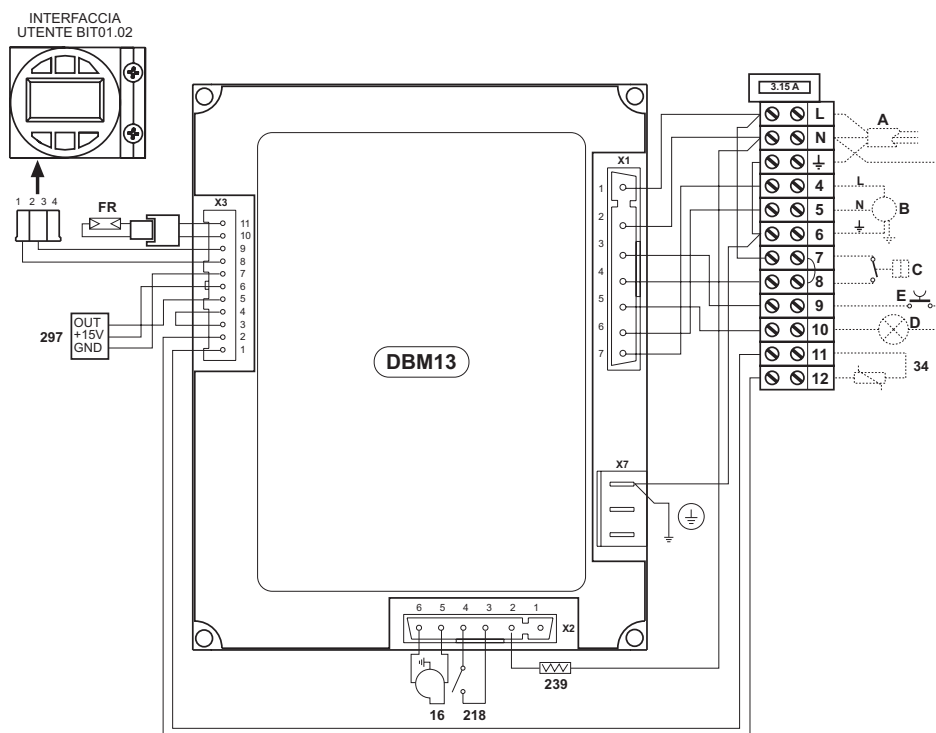
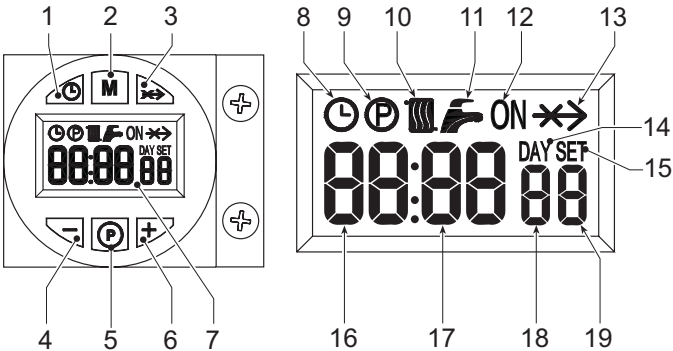

fig. 17 - Wiring diagram with 12-pole terminal block
рис. 1 - Панель управления
Запрос на розжиг (вызываемый замыканием контакта на клеммах 7-8 (см. рис. 17), в условиях стандартных настроек) сопровождается загоранием символа радиаторной батареи (поз. 10 - рис. 1).
- 1. Нажмите на кнопку установки дня/времени (поз. 1 - рис. 1).
- 2. На дисплее (поз. 7 - рис. 1) мигают символы ЧАСОВ и ДНЯ: задайте день недели с помощью кнопок + и - (поз. 4 и 6 - рис. 1), принимая во внимание, что 1=понедельник, 7=воскресенье. Подтвердите введенный день нажатием кнопки для установки дня/времени (поз. 1 - рис. 1).
- 3. На дисплее (поз. 7 - рис. 1) мигают две цифры ТЕКУЩЕГО ВРЕМЕНИ (В ЧАСАХ) и символ ЧАСОВ: задайте точное время в часах с помощью кнопок + и - (поз. 4 и 6 - рис. 1), от 00 до 23. Подтвердите введенное время нажатием кнопки для установки дня/времени (поз. 1 - рис. 1).
- 4. На дисплее (поз. 7 - рис. 1) мигают две цифры ТЕКУЩЕГО ВРЕМЕНИ (В МИНУТАХ) и символ ЧАСОВ: задайте точное время в минутах с помощью кнопок + и - (поз. 4 и 6 - рис. 1), от 00 до 59. Подтвердите введенные минуты нажатием кнопки для установки дня/времени (поз. 1 - рис. 1). Работа системы отопления в Автоматическом режиме, Ручном режиме On, Ручном режиме Off
Нажатием на кнопку выбора рабочего режима (поз. 2 - рис. 1) можно задать:
- 1. автоматический режим работы, на дисплее (поз. 7 - рис. 1) появится символ ЧАСОВ. Запрос на активацию и деактивацию горелки зависит от заданной недельной программы. В заданный временной диапазон на дисплее (поз. 7 - рис. 1) отображается также символ ON. В ручном режиме On на дисплее (поз. 7 - рис. 1) отображается только символ ON. Горелка постоянно включена
- 3. В ручном режиме Off на дисплее (поз. 7 - рис. 1) не отображается ни символ ON, ни символ ЧАСОВ. Горелка выключена
Можно заранее задать недельную программу в 3 временных диапазонах включенного режима ON и 3 временных диапазонах выключенного режима OFF: они будут одинаковы для каждого дня недели. В запрашиваемом временном диапазоне (поз. 7 - рис. 1) отображается символ ON.
- 1. Нажмите на кнопку Программирование "P" (поз. 5 - рис. 1)
- 2. Выберите день для программирования с помощью кнопок + и - (поз. 4 и 6 - рис. 1):
- 3. Нажмите на кнопку программирования "P" (поз. 5 - рис. 1):
- С помощью кнопок + и - (поз. 4 и 6 - рис. 1) можно изменить начало 1-го временного диапазона режима ON; например, 06:00Нажмите на кнопку Программирования "P" (поз. 5 - рис. 1)
- С помощью кнопок + и - (поз. 4 и 6 - рис. 1) можно изменить начало 1-го временного диапазона режима OFF; например, 09:00Нажмите на кнопку Программирования "P" (поз. 5 - рис. 1)
- С помощью кнопок + и - (поз. 4 и 6 - рис. 1) можно изменить начало 2-го временного диапазона режима ON; например, 12:30Нажмите на кнопку Программирования "P" (поз. 5 - рис. 1)
- С помощью кнопок + и - (поз. 4 и 6 - рис. 1) можно изменить начало 2-го временного диапазона режима OFF; например, 14:00Нажмите на кнопку Программирования "P" (поз. 5 - рис. 1)
- С помощью кнопок + и - (поз. 4 и 6 - рис. 1) можно изменить начало 3-го временного диапазона режима ON; например, 16:00Нажмите на кнопку Программирования "P" (поз. 5 - рис. 1)
- С помощью кнопок + и - (поз. 4 и 6 - рис. 1) можно изменить начало 3-го временного диапазона режима OFF; например, 23:30Нажмите на кнопку Программирования "P" (поз. 5 - рис. 1)
- 11. Нажмите на кнопку программирования "P" (поз. 5 - рис. 1) на 3 секунды, чтобы выйти из режима программирования.
Доступ в меню параметров осуществляется нажатием кнопки программирования "M" (поз. 2 - рис. 1) в течение 5 секунд. На дисплее отображается параметр "u01": обозначенный SET 01. При нажатии на кнопку "P" (поз. 5 - рис. 1) можно просмотреть список параметров.
Для изменения значения параметров используются кнопки + и - (поз. 4 и 6 - рис. 1). сохранение изменения происходит автоматически После изменения параметра необходимо подождать 3 секунды: мигающее значение вносится в память.
Для выхода из меню нажмите кнопку выбора режима работы "M" (поз. 2 - рис. 1) в течение 5 секунд
Доступ в меню параметров осуществляется нажатием кнопки программирования "P" (поз. 5 - рис. 1) в течение 10 секунд. На дисплее отображается параметр "t01": обозначенный SET 01. Нажатием на кнопку "P" (поз. 5 - рис. 1) можно просмотреть список параметров.